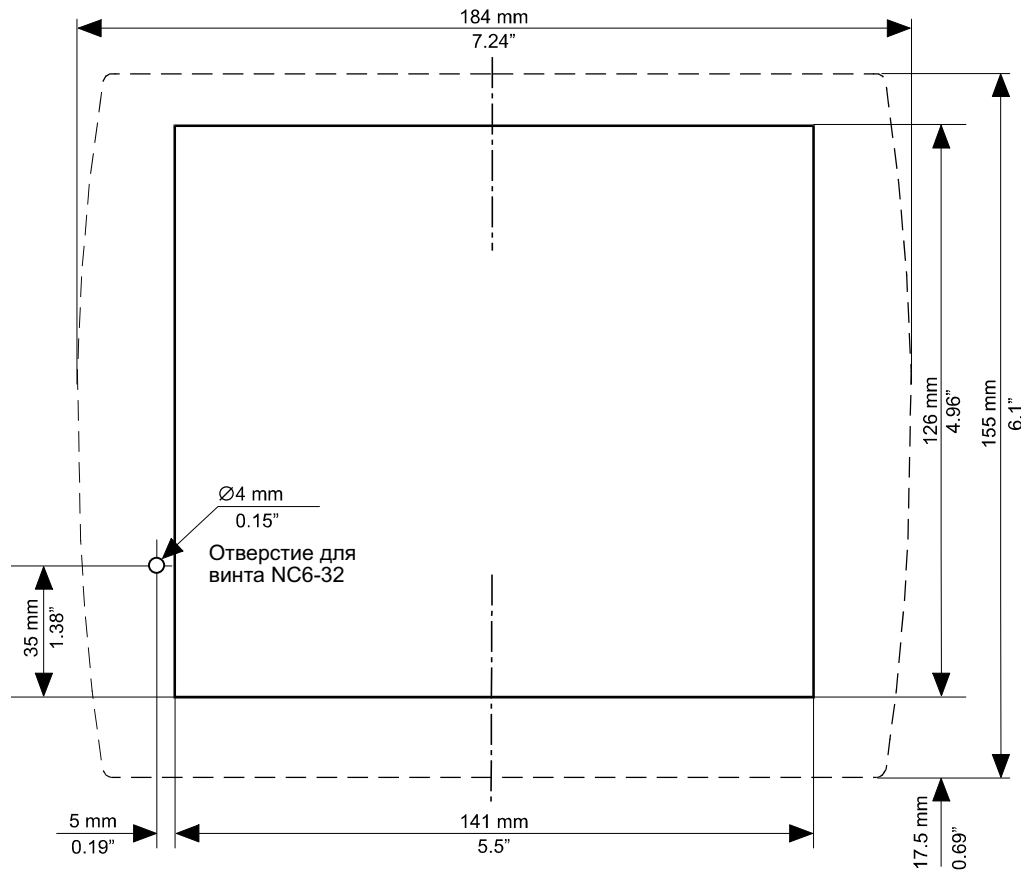

Рисунок 3. Вырез на панели «V230» – Вид спереди
1. Сделайте вырез в панели, соответствующий вашей модели контроллера. Размеры выреза для «V230» показаны на Рис. 3, стр. 12.